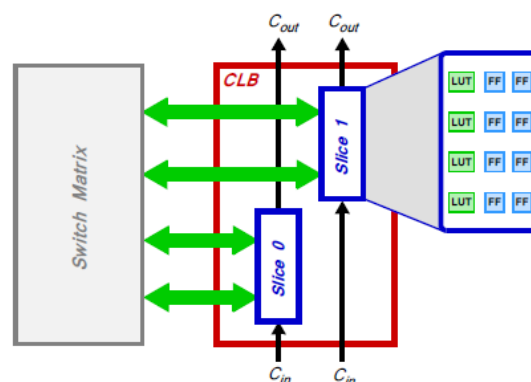

Figura 3: Composición de un CLB
- **Bloque lógico configurable (CLB):** los CLB son agrupaciones pequeñas y regulares de elementos lógicos que se presentan en una matriz bidimensional en el PL y se conectan a otros recursos similares a través de interconexiones programables. Cada CLB se coloca al lado de una matriz de conmutación y contiene dos segmentos lógicos, como se muestra en la Figura 3.
la Figura 3, los segmentos de Zynq se componen de 4 tablas de búsqueda, 8 flip-flops y otra lógica.